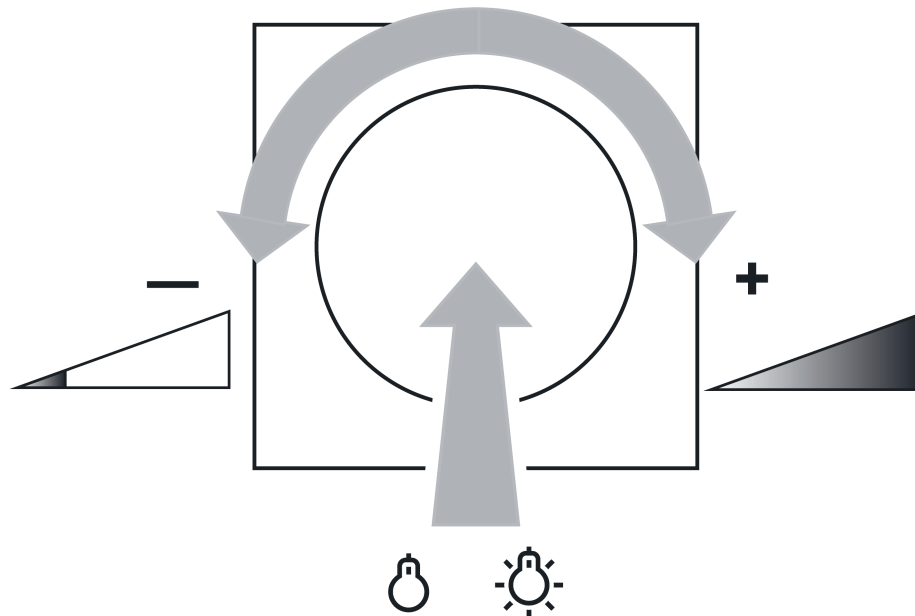

Bild 1: Licht schalten oder Helligkeit einstellen
- Einstellknopf kurz drücken: Licht schaltet ein oder aus (Bild 1).
- Einstellknopf schnell drehen: Helligkeit wird schnell verändert (Bild 1).
- Einstellknopf langsam drehen: Helligkeit wird langsam verändert (Bild 1).